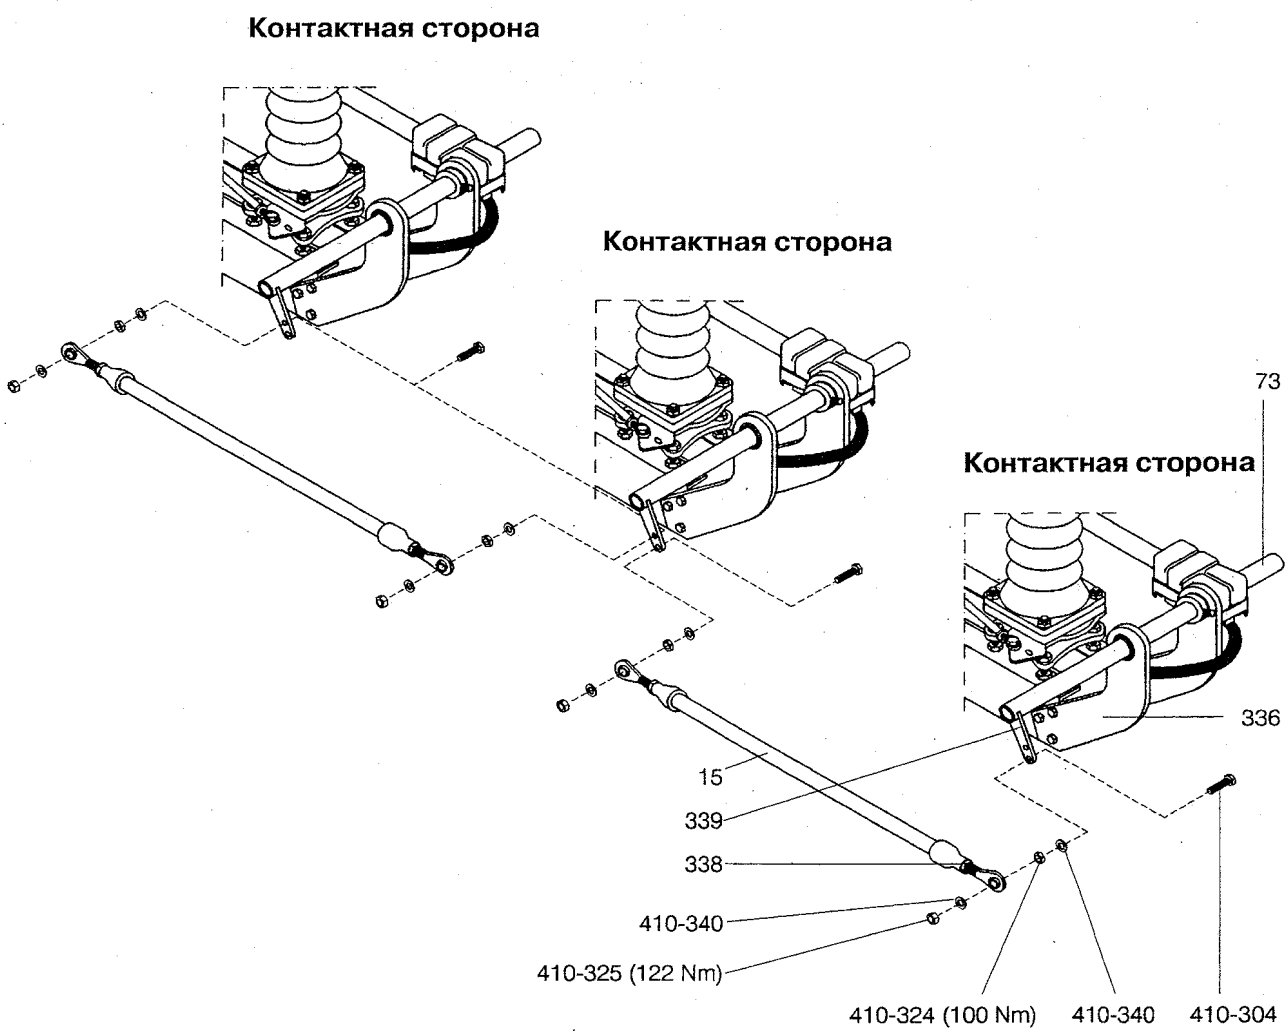

Рисунок 55: Установка заземлителя, последовательное расположение полюсов заземлителя. Установка соединительных тяг (15)
15. Установите связующие тяги (15), выравнивая рычаг заземлителя (339) до требуемого размера — Рис. 55